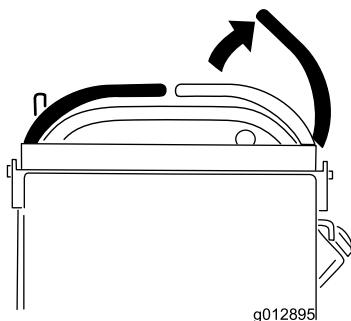

Figura 11
- Mueva las palancas de control de movimiento a PUNTO MUERTO y mueva la palanca de control de movimiento derecha a la posición de BLOQUEO/PUNTO MUERTO (Figura 11).